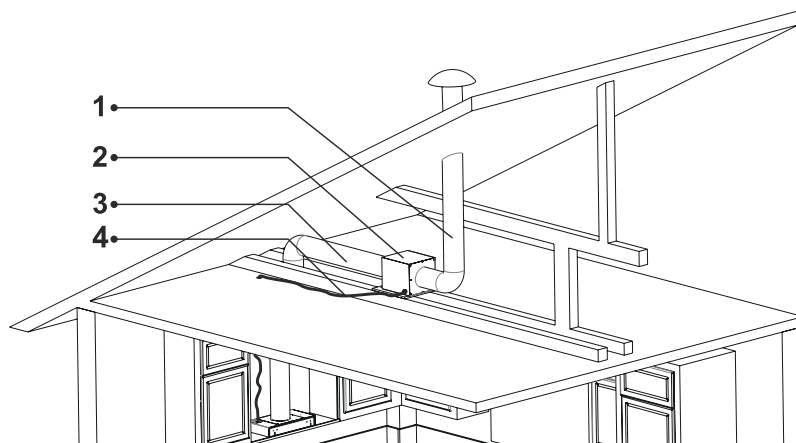

Fig. 33
**2.** ➔ Anslut nu utsugskanalerna till motorkabinettet (Fig. 33).